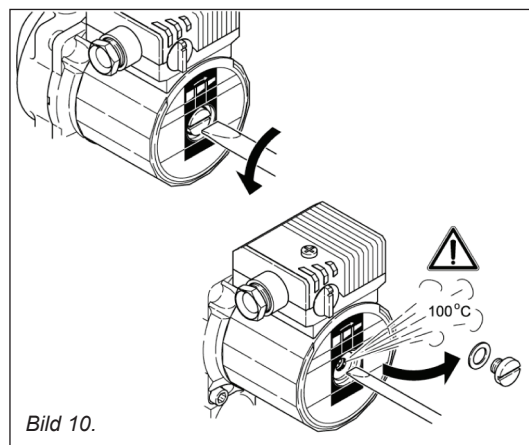

Bild 10.
3. Lossa luftskruven försiktigt med en skruvmejsel (se upp för vatten med hög temperatur). Ta bort luftskruven helt. Se bild 10.